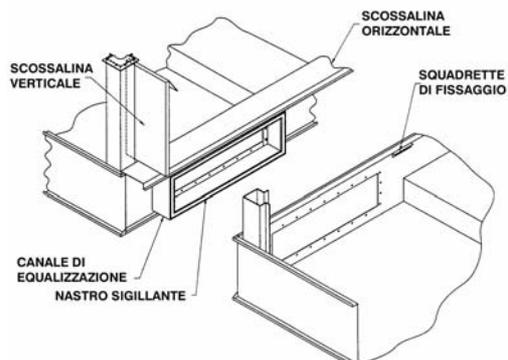

Figura 3 – Collegamento del canale di equalizzazione
2. Pulire le flange sulla parte finale del canale di equalizzazione, per il collegamento in cantiere. Applicare uno strato di nastro sigillante sulle flange esterne del canale, in coincidenza dei fori. Rimuovere la pellicola di carta dal nastro sigillante (vedi Figura 3).
9. Posizionare la scossalina verticale nella piegatura del supporto e fissarla con viti autofilettanti da 8 mm. Nel caso di unità in acciaio inossidabile, utilizzare dadi e viti inox da 6 mm. (Vedi Figura 3).